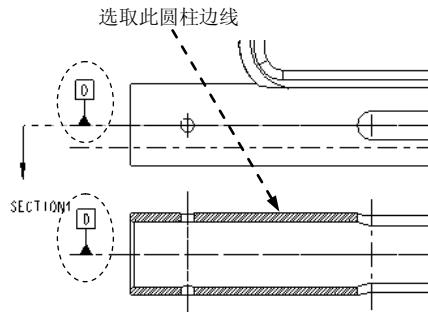

图 10.7.1 创建基准轴
下面将在模型 body 的工程图中创建图 10.7.1 所示的基准轴 D，以此说明在工程图模块中创建基准轴的一般操作过程。
(2) 单击该对话框中的 **定义...** 按钮，在弹出的图 10.7.3 所示的“基准轴”菜单中选取 **模型基准面** 命令，然后选择图 10.7.1 所示的圆柱的边线。
- (3) 在“轴”对话框的**类型**选项组中单击 按钮。
- (4) 在“轴”对话框的**放置**选项组中选择 在基准上单选项。
- (5) 在“轴”对话框中单击 **确定** 按钮，系统即在每个视图中创建基准符号。